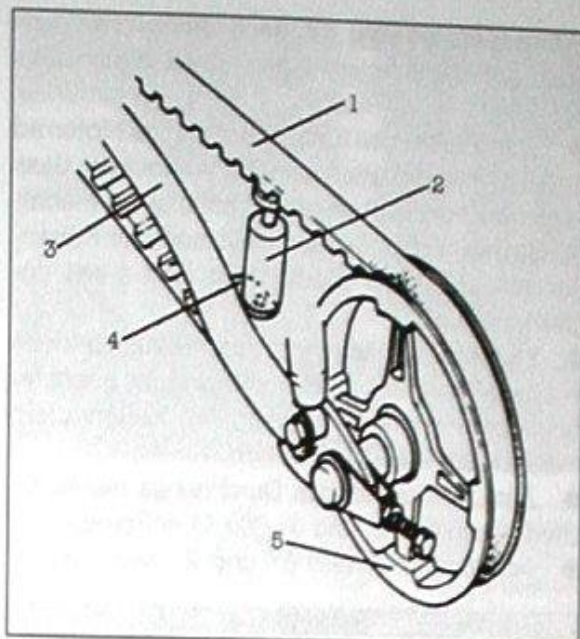
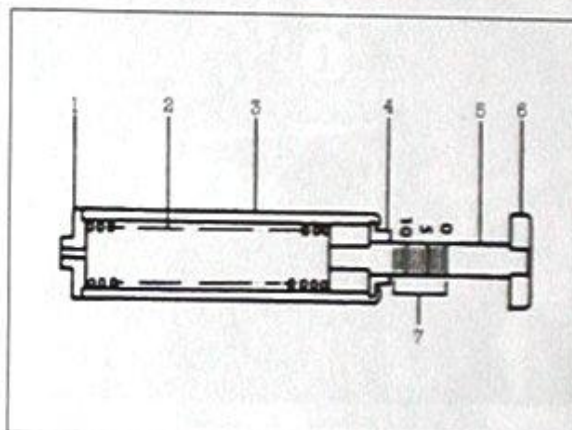

Bild 59
Bild 60
- Motorrad auf Hauptständer stellen und Riemeneinsteller  Bild 59 zwischen Riemen und Auflageblech anbringen. Riemenspannung an Skala (Bild 60) ablesen. Sollwert 3,0 – 12,0 mm.